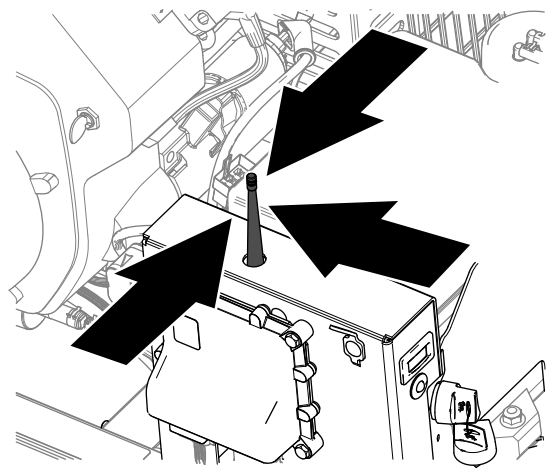

Figura 50
3. Sujetando el control remoto, colóquese cerca del módulo de control inalámbrico en una zona que tenga una línea visual ininterrumpida hasta la antena (Figura 50).